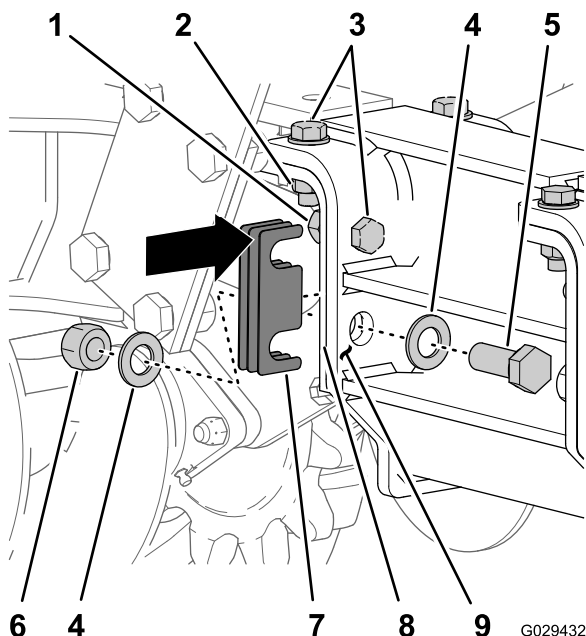

Figure 10
6. Sur le support de fixation de la trancheuse et la plaque de montage de l'extension, desserrez les 4 boulons à tête hexagonale (3/4 x 2-1/2 po) et écrous (Figure 10).
- Pour un déport à gauche de l'élinde, glissez les cales entre le support de fixation de l'élinde (trancheuse) et la plaque de montage (extension) sur le côté gauche (Figure 10).
- Pour un déport à droite de l'élinde, glissez les cales entre le support de fixation de l'élinde et la plaque de montage sur le côté droit (Figure 10).
- Assemblez les 2 boulons horizontaux (1 x 2-1/2 po) et les 2 rondelles dans les trous horizontaux du support de fixation et de la plaque de montage, et serrez-les à la main (Figure 10).
et la plaque de montage (extension) sur le côté gauche; voir Figure 10 de Alignement de l'élince sur le support de fixation et de l'extension (page 5).
- Pour un déport à gauche de l'élince, glissez les cales entre le support de fixation de l'élince et la plaque de montage sur le côté gauche; voir Figure 10 de Alignement de l'élince sur le support de fixation et de l'extension (page 5).